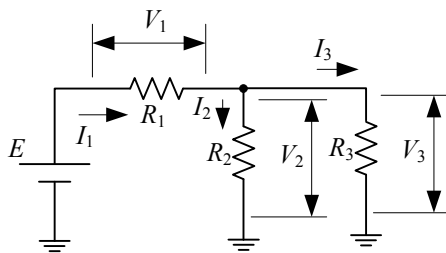

図3-3 抵抗の直列接続
- (1) 図3-3のように直並列接続すること。抵抗は $100\ \Omega \sim 100\text{k}\Omega$ の中から選び、測定値を表3-3にまとめること。